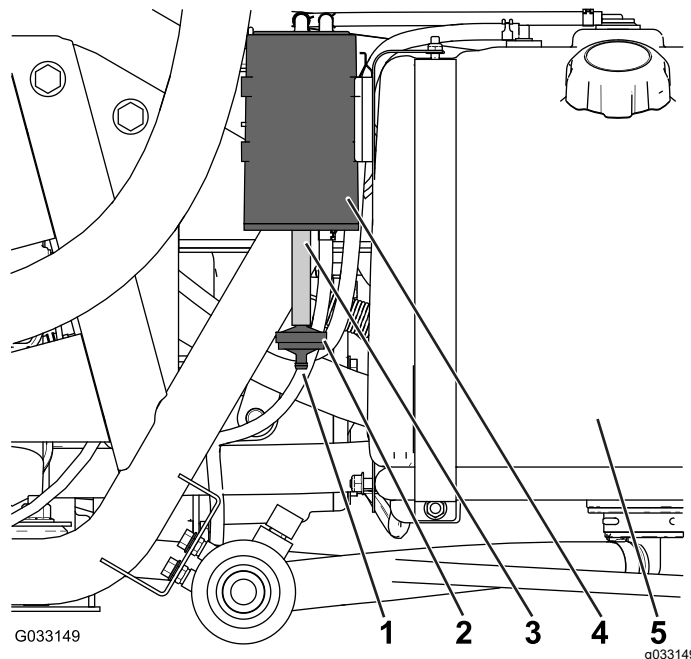

Figura 42
Compruebe el orificio de la parte inferior del filtro de aire del cartucho de carbono, y asegúrese de que está limpio y libre de residuos y obstrucciones (Figura 42).
1. Desconecte el acoplamiento dentado del filtro del cartucho de carbón de la manguera de la parte inferior del cartucho de carbono, y retire el filtro (Figura 42).